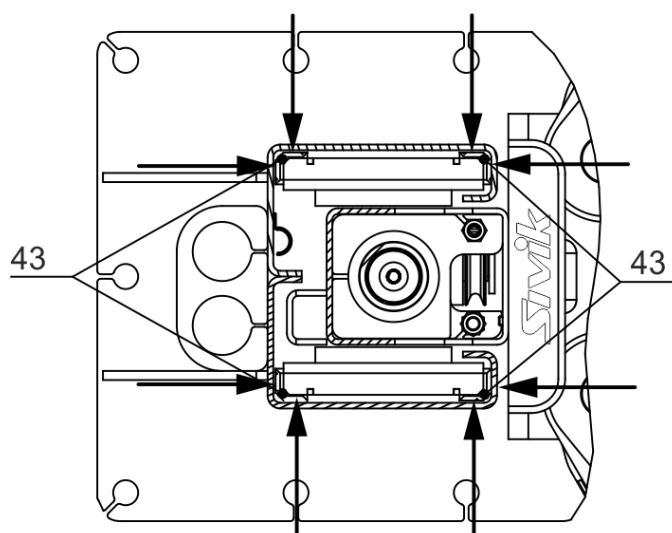

Рисунок 6.9 – Места смазки беговых дорожек (угловая зона 30x30 мм
6.14 Перед началом эксплуатации необходимо тщательно покрыть смазкой Литол-24 беговые дорожки внутри стоек на всем ходе кареток (рисунок 6.9), а также трос системы синхронизации кареток.